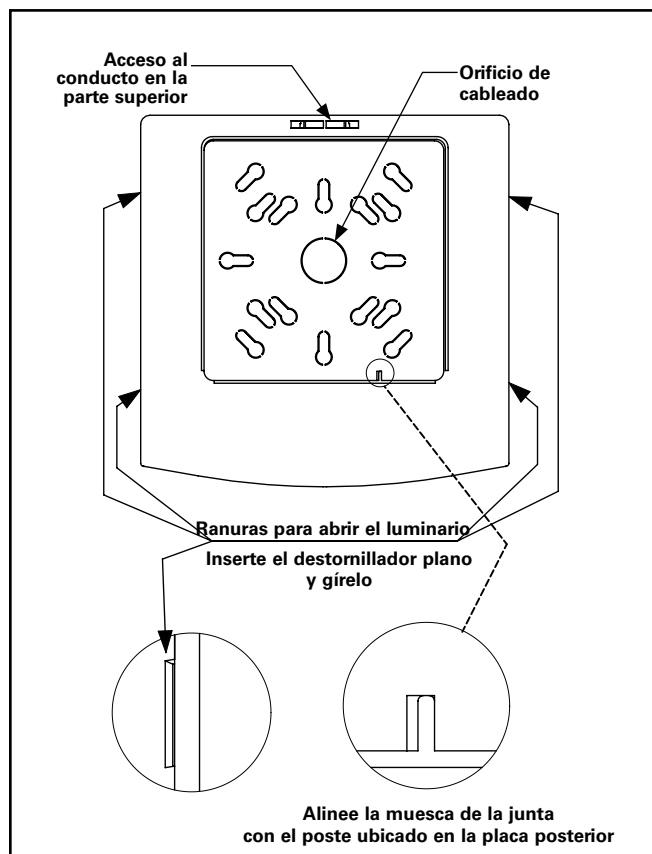

Figura 1.
2. Abra la luz de emergencia; para esto debe introducir un destornillador de punta plana en las ranuras de los lados de la unidad y luego girar para separar la carcasa de la placa posterior. Se recomienda abrir al menos una en cada lado de la unidad. (Ver figura 1)